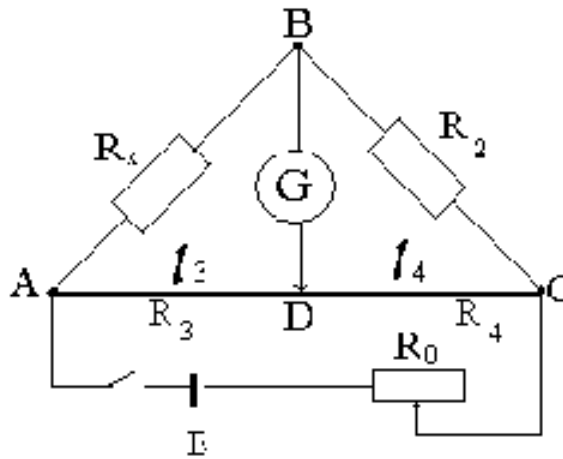

Рис.2
Искомое сопротивление R_x составляет одну ветвь мостика, во вторую ветвь включен магазин сопротивлений R_2 , это сопротивление можно менять в больших пределах. Сопротивления R_3 и R_4 представляют собой реохорд со скользящим контактом (рис.2). Перемещая скользящий контакт D по струне реохорда, можно подобрать отношения сопротивлений так, чтобы удовлетворялось равенство (3).
1. Собрать цепь по схеме (рис.2.).
8. Рассчитать неизвестные сопротивления по формуле (4). Результаты занести в таблицу 1.